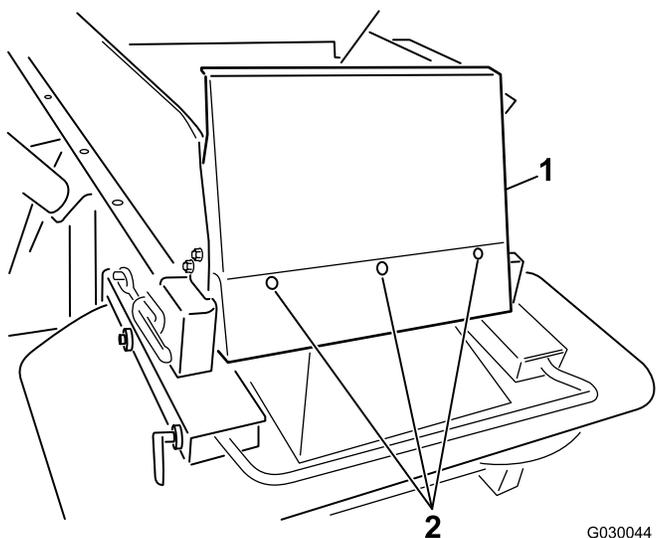

Figure 7
6. Montez le déflecteur de la benne au moyen des boulons à tête ronde (1/4 x 5/8 po) et des contre-écrous en nylon fournis (Figure 7).